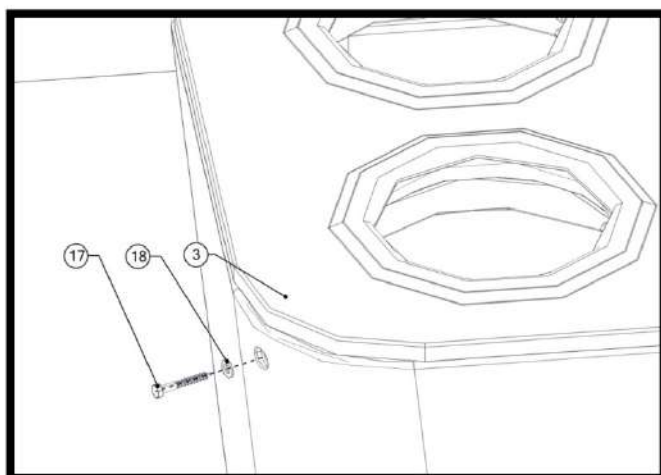
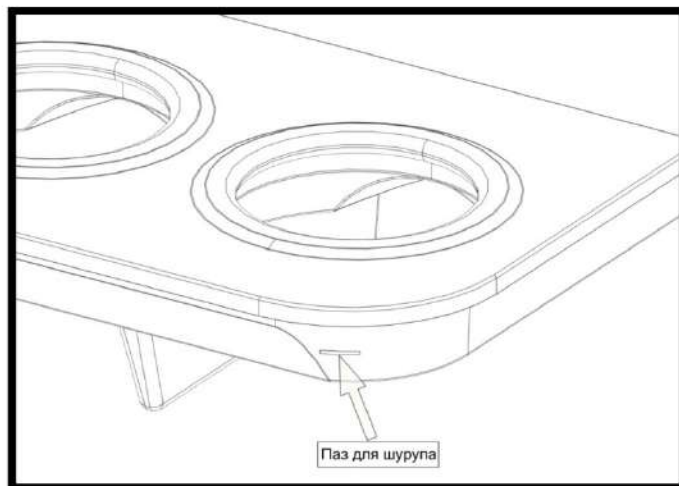

Рис. 19
Рис. 20
16) Зафиксируйте крышку ванны правую поз.2 и крышку ванны левую поз.3 шурупами поз. 17 с шайбами поз. 18, так как показано на рис.19. Шурупы должны попасть в пазы на крышках рис. 20.